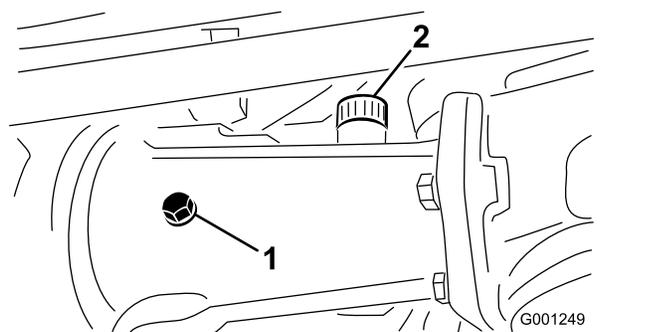
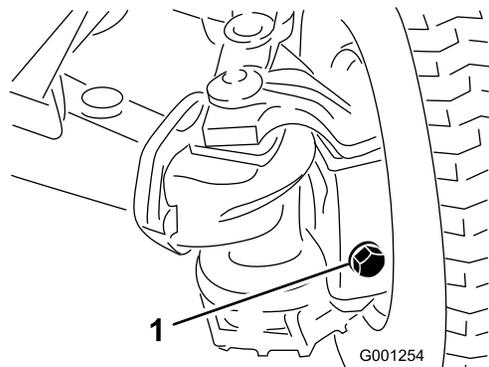

Figure 57
Figure 58
2. Retirez le bouchon de contrôle du carter de pont central, ainsi que les bouchons de remplissage/contrôle de chaque carter de pont extérieur (Figure 57 et Figure 58).
3. Vérifiez que le niveau de lubrifiant atteint le filetage au bas de chaque orifice de bouchon (Figure 57 et Figure 58).
- A. Si vous remplissez le carter de pont central, retirez le bouchon de remplissage (Figure 57).
- B. Faites l'appoint de lubrifiant spécifié dans les réservoirs de pont arrière jusqu'à ce que le niveau atteigne le bas des orifices des bouchons de contrôle (Figure 57 et Figure 58).
- C. Si vous avez retiré le bouchon de remplissage du carter de pont central, appliquez du produit d'étanchéité au PTFE sur le filetage du bouchon et vissez-le dans le carter (Figure 57).
5. Appliquez du produit d'étanchéité au PTFE sur le filetage du bouchon de contrôle du carter de pont central et des bouchons de remplissage/contrôle des 2 carters de pont extérieur (Figure 57).
remplissage/contrôle dans les 2 carters de pont extérieur (Figure 57 et Figure 58).
1. Bouchon de vidange (3)
8. Appliquez du produit d'étanchéité au PTFE sur le filetage du bouchon de contrôle du carter de pont central et des bouchons de remplissage/contrôle des 2 carters de pont extérieur ; voir la Figure 57 et la Figure 58 à la rubrique Contrôle du lubrifiant du pont arrière (page 57).
9. Revissez le bouchon de contrôle dans le carter de pont central et les bouchons de remplissage/contrôle dans les 2 carters de pont extérieur ; voir la Figure 57 et la Figure 58 à la rubrique Contrôle du lubrifiant du pont arrière (page 57).